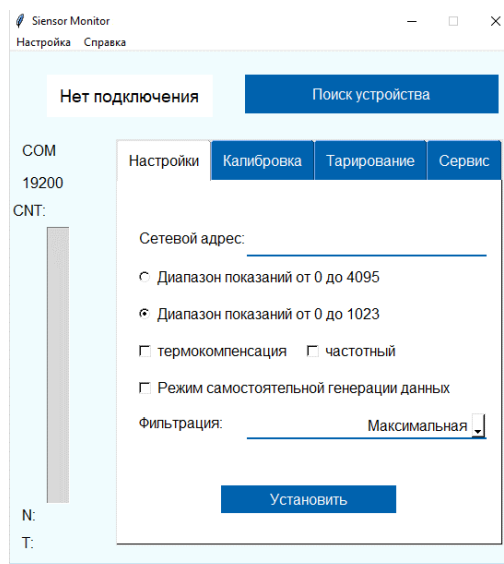
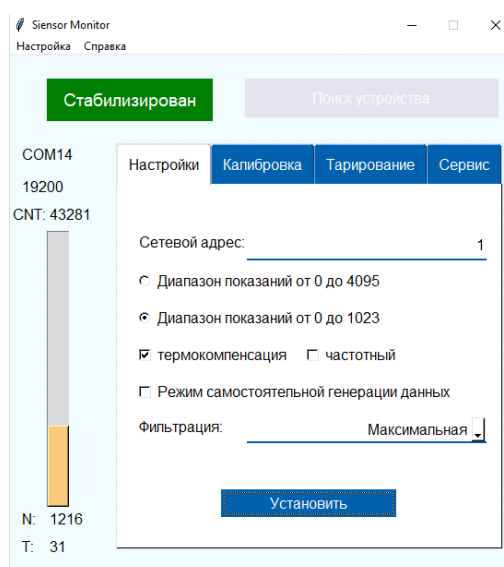

Рис. 2.10 Программа «Siensor Monitor» – вкладка «Настройки»
Рис. 2.11 Программа «Siensor Monitor» – настройки подключенного датчика
2. Запустите программу «Siensor Monitor». Произведите поиск устройства при помощи кнопки «Поиск устройства», в меню «Настройки» программы (см. рис. 2.10) – в программе отобразятся текущие настройки подключенного ДУТ (см. рис. 2.11).
1. В меню «Настройки» поле «Фильтрация» выберите нужную опцию (см. рис. 2.10).
1. При необходимости измените режим выдачи данных на автоматическую генерацию данных по умолчанию (после подачи питания на ДУТ), (см. рис. 2.10).
4. Установите значение диапазона измерения (от 0 до 4095), (см. рис. 2.10). Значение по умолчанию – 4095.